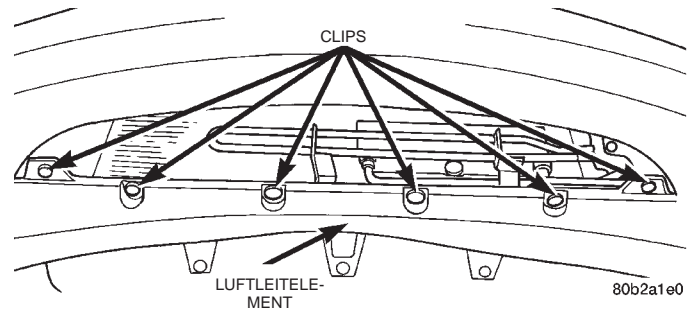

Abb. 14 Clips/Luftleitelement
(6) Die sechs Clips (Abb. 14) abbauen, mit denen das Luftleitelement am unteren Kühlerträger befestigt ist.